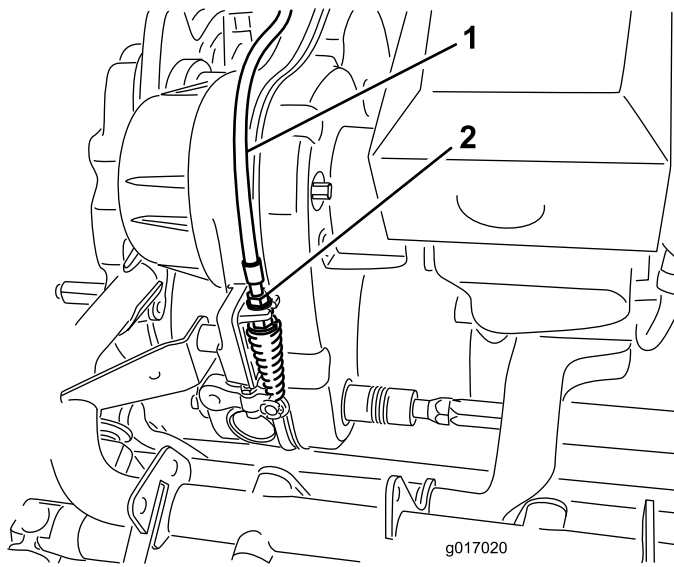

Bild 51
2. Stellen Sie den Spindelbowdenzug am Getriebeschott (Bild 51) ein, um eine Federlänge von 70,6 mm bis 72,4 mm zu erhalten.
3. Lösen Sie den Spindelbowdenzug am Griffschott, bis das Kabel Spiel hat (Bild 51).